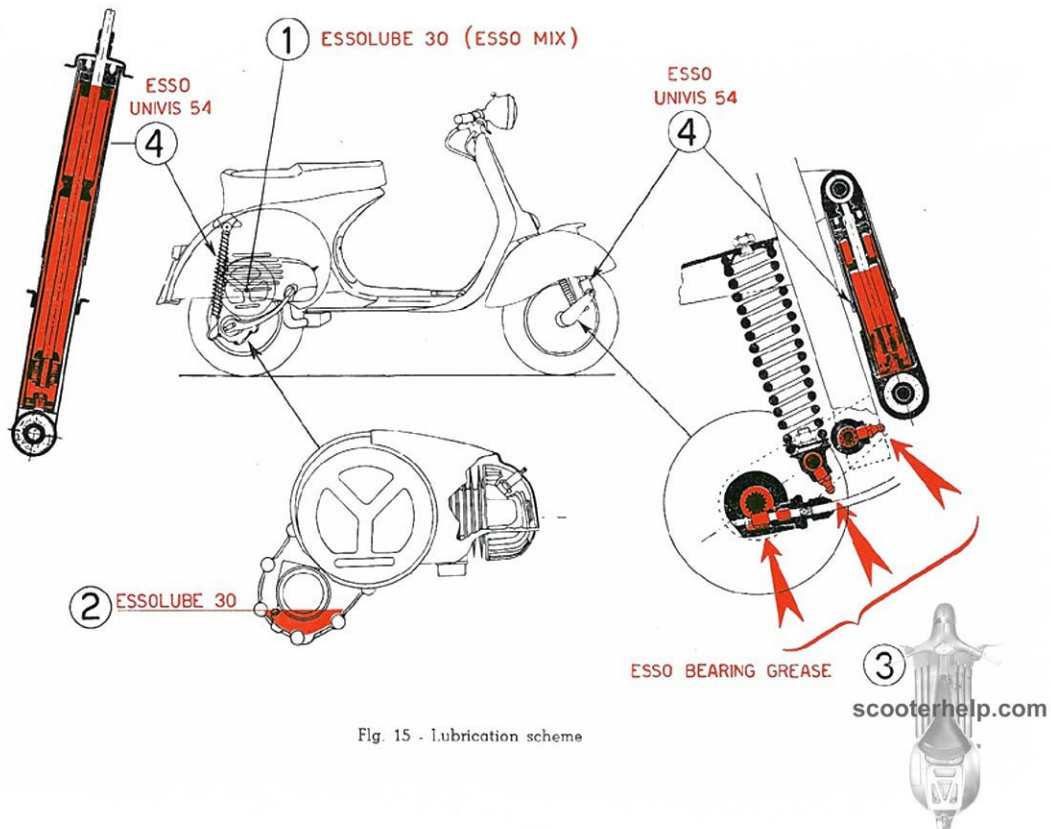

Fig. 15 - Lubrication scheme
N. B. - Lubricate exclusively with oil and grease types as indicated on lubrication chart, page 22, and Fig. 15.
<p>11 - Frenatura insufficiente Corsa eccessiva del pedale o leva Ceppi logorati; impregnati di olio</p> <p>Ceppi e tamburi rigati</p> <p>12 - Inefficienza sospensioni elastiche Rumorosità Inefficienza Difficoltà di rotazione asse ruota</p> <p>13 - Rumorosità del motore</p> <p>14 - Inefficienza impianto elettrico Terminali dei cavi distaccati o male allacciati</p> <p>Cavi della batteria distaccati o lenti Fusibile del raddrizzatore bruciato Errato orientamento dei fasci luminosi del proiettore.</p>	<p>Registrare (Vedere fig. 15 a pag. 25) Sostituire; lavare con benzina ed asciugare all'aria Consultare le Agenzie di vendita circa la perdita di olio. Sostituire.</p> <p>} Rivolgersi alle Agenzie di vendita</p> <p>Rivolgersi alle Agenzie di vendita</p> <p>Riallacciare correttamente (ved. fig. 8) o rimpiazzare le viti. Persistendo l'inconveniente occorre rivolgersi alle Agenzie di vendita. Attaccarli e stringerli Sostituire.</p> <p>Regolare correttamente il proiettore (pag. 16).</p>